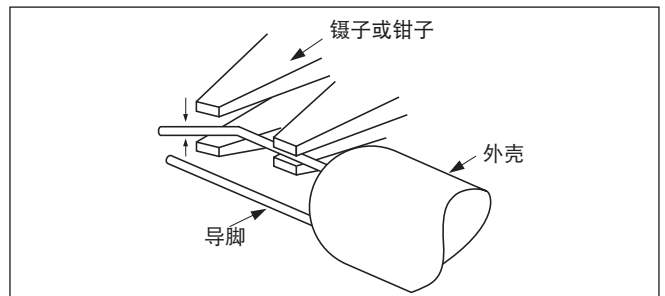

图4
(2) 要修改弯曲的导脚时,要压住外壳基侧的导脚,且从上下方压住弯曲的部位,再进行修改(参阅图4)。